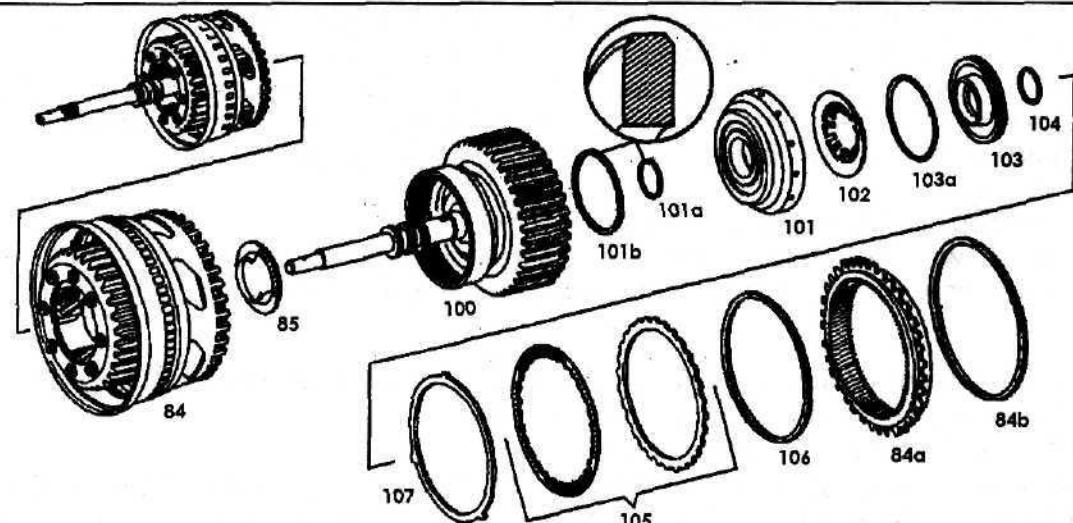

Рис. 69. Водило переднего планетарного ряда.
- Установите поршень (101) во внешний барабан. Проверьте уплотнительные кольца (101а и 101б) и в случае необходимости замените их. Правильная установка уплотнительных колец показана на рис. 69.
- Установите тарельчатую пружину (102) и упругое кольцо (103). Конусная часть тарельчатой пружины (102) должна быть направлена в сторону упругого кольца (103). Проверьте уплотнительное кольцо (103а) и в случае необходимости замените его.
- Установите на упругое кольцо (103) приспособление (076) и надавите на него так, чтобы можно было свободно установить стопорное кольцо.
- Установите стопорное кольцо (104).
- Установите тарельчатую пружину (107) и комплект фрикционных дисков блокировочной муфты K2.
- Установите стопорное кольцо (106). Измерьте и отрегулируйте путем подбора толщины стопорного кольца зазор в блокировочной муфте K2. Количество дисков в блокировочной муфте K2 зависит от мощности двигателя, для работы с которым предназначена данная трансмиссия. В зависимости от количества дисков в блокировочной муфте K2 устанавливается соответствующий зазор (см. таблицу "Величина зазора в блокировочной муфте K2").